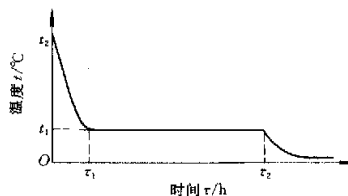

图 4
(1) 焊前准备 焊前钻头体沟槽和合金片都经喷砂处理,喷砂后再用汽油清洗,焊料也要用汽油清洗。清洗干净的钻头体放到感应圈中的焊架上,在钻头体的沟槽上撒上适量的硼砂粉,放上焊料,再在焊料上撒上适量硼砂粉,放上合金片即可。
(2) 接通电源 焊接时加热的时间要适当,不能过烧,也不能加热不够。我们焊接时从接通电源开始到断开电源取下钻头的时间大约是 30s。
(3) 焊后消除应力 合金片在焊接后要马上送入保温炉中,在一定的温度下保温若干个小时,随炉冷却后才能出炉,工艺如图 4 所示。